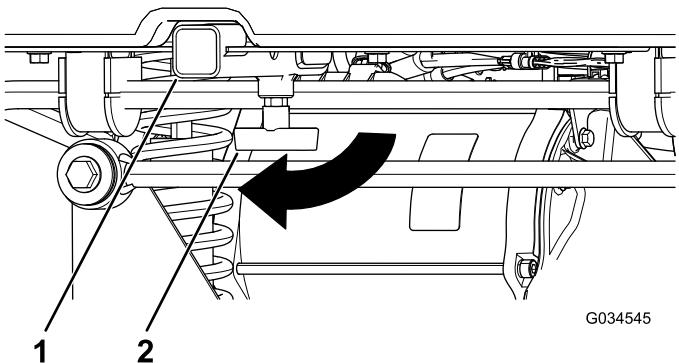

Figura 15
2. Introduzca el accesorio en el receptor hasta que los taladros queden alineados (Figura 15).
1. Afloje la maneta en T girándola en sentido horario (Figura 15).